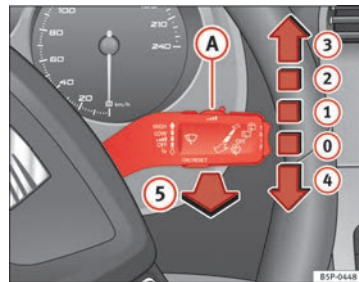

Fig. 84 Levier d'essuie-glace et de lave-glace
Le levier d'essuie-glace ⇒ fig. 84 est doté des positions suivantes :
• Si le véhicule s'arrête lorsque le cran ② ⇒ fig. 84 ou ③ a été sélectionné, le cran immédiatement inférieur est sélectionné. Si le véhicule redémarre, le cran sélectionné précédemment est à nouveau sélectionné.